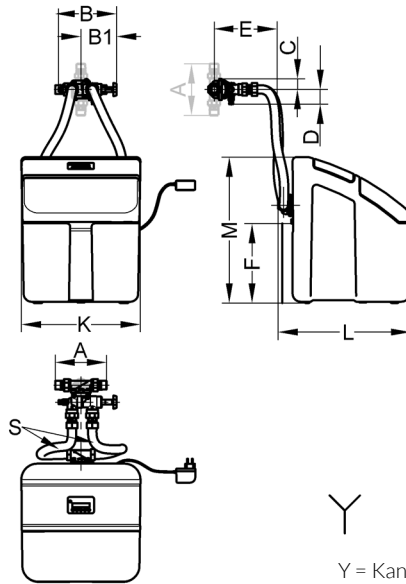

Abb. 16: Einbaumaße
**Alle Maße in [mm] (siehe Abb. 16)**